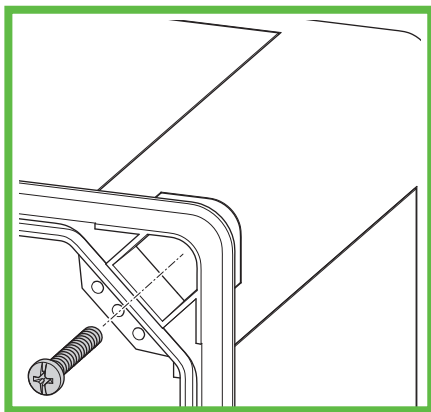

Abb. 7: Ladestation an der Wand montieren
- ▶ Schrauben Sie die Ladestation fest, indem Sie jeweils eine Schraube durch die Bohrungen schrauben (Abb. 7).